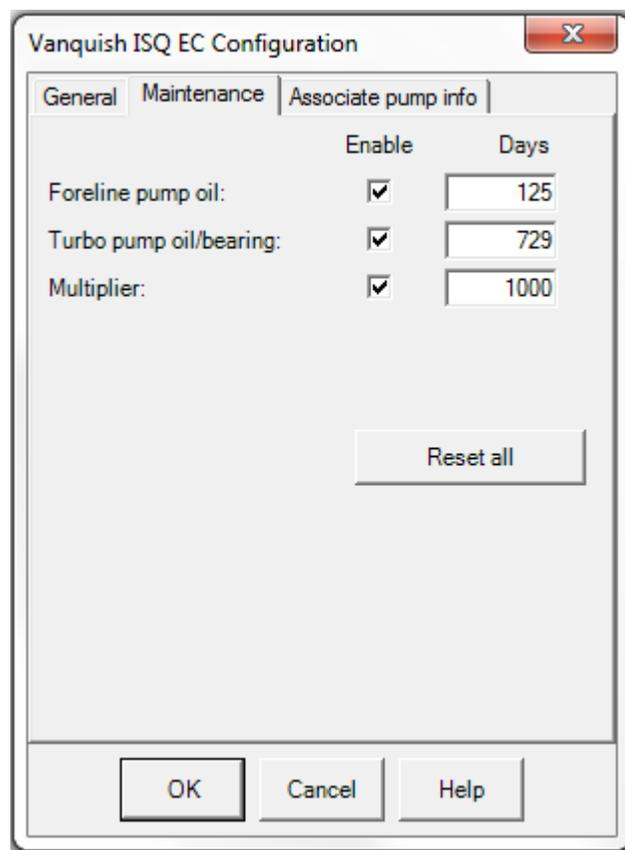

Figure 69 : configuration du MS ISQ EC ou ISQ EM : onglet Maintenance
- 24) Sélectionnez l'onglet **Maintenance** et vérifiez que toutes les entrées sont cochées, comme dans la Figure 69.